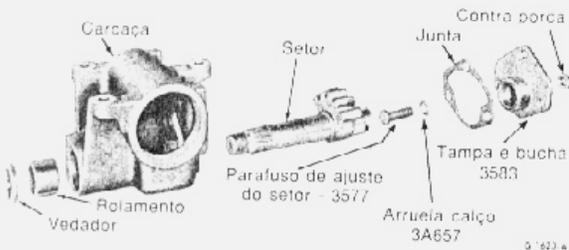

fig. 5 — componentes do setor e carcaça
1. Soltar os dois parafusos das braçadeiras em cada luva das barras de ligação da direção (fig.5).
2. Após remover a contra-porca do parafuso de ajuste do setor e os parafusos da tampa da caixa (fig. 5), remover o eixo do setor juntamente com a tampa. Girar o parafuso no sentido horário para separar o eixo da tampa. **Manter a arruela calço com o parafuso.**